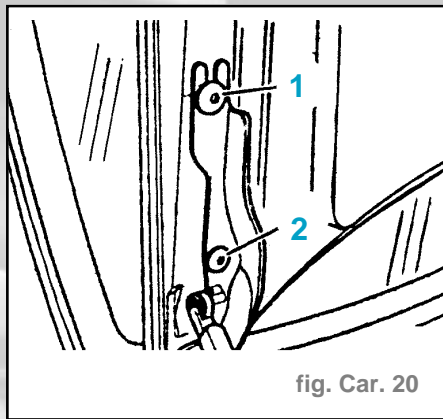

fig. Car. 20
- Marquer la position du couvercle de malle au niveau des charnières (fig. Car. 20).
- Desserrer le vis (1) à gauche et à droite.
- Desserrer le vis (2) à gauche et à droite.
- Desserrer les vis (1) et (2) à gauche et à droite jusqu'à ce que le couvercle de malle puisse encore tout juste être déplacé (fig. Car. 20).